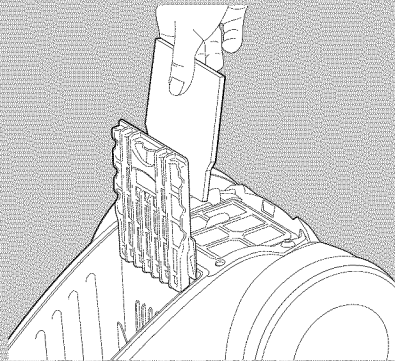

Fig. 8
- 20 A pre-motor filter is included with each package of replacement bags. It is a good idea to replace the filter (see Fig. 8) when you install the last bag from your replacement bag package. Slide the filter frame upward and remove the dirty filter. Install a clean filter and slide the frame back into place.
- 20 Un préfiltre de moteur est fourni avec chaque paquet de sacs de rechange. Il vaut mieux remplacer le filtre (voir Fig. 8) quand on monte le dernier sac du paquet de sacs de rechange. Coulez le châssis de filtre vers le haut et retirez le filtre sale. Montez un filtre propre et coulez le châssis de nouveau en place.
- 20 Se incluye un prefiltro del motor con cada paquete de bolsas de reemplazo. Es buena idea reemplazar el filtro (vea la Fig. 8) cuando instala la última bolsa de su paquete de bolsas de reemplazo. Deslice el bastidor del filtro hacia arriba y retire el filtro sucio. Instale un filtro limpio y deslice el bastidor a su sitio.